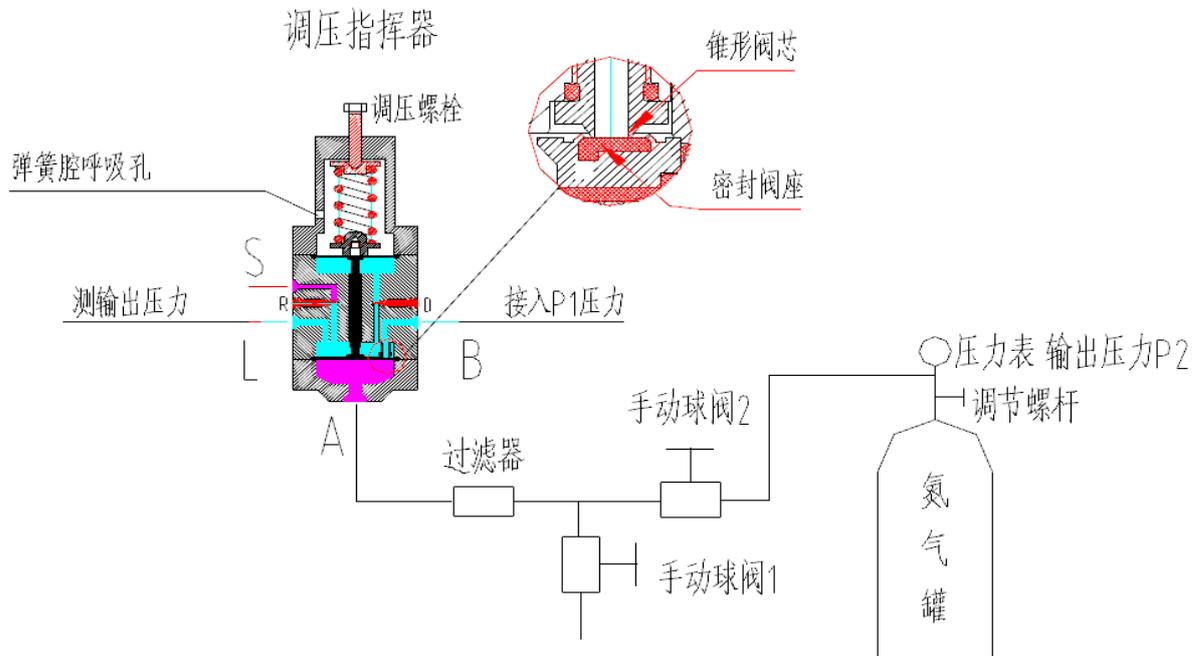

图1 指挥器试验连接示意图
指挥器内部阀芯与密封阀座在受压状态下应密封良好，不允许有漏气现象，指挥器试验连接示意图见图1。
- 1) 按图 1 连接气源管路, 指挥器调压螺栓处于放松状态, 手动球阀 1、2 均关闭;
按图1连接气源管路, 其中B与L口都放空, 手动球阀1关闭、2打开, 旋转调节螺杆使输出压力 $P_2$ 缓慢增大到设计压力的1.5倍, 保持10分钟, 观察L口应无泄漏。